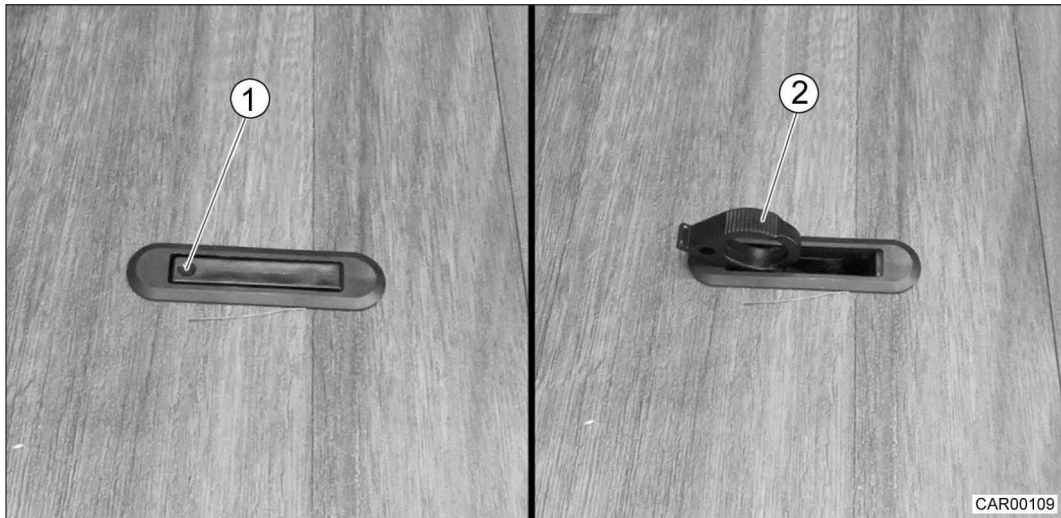

Fig. 118 Dispositif de fermeture dans les trappes de plancher
1. Enfoncer le dispositif de fermeture au niveau du marquage (Fig. 118/1). Le levier à poignée (Fig. 118/2) pivote vers le haut.
1. Fermer la trappe et rentrer le levier de la poignée (Fig. 118/2).